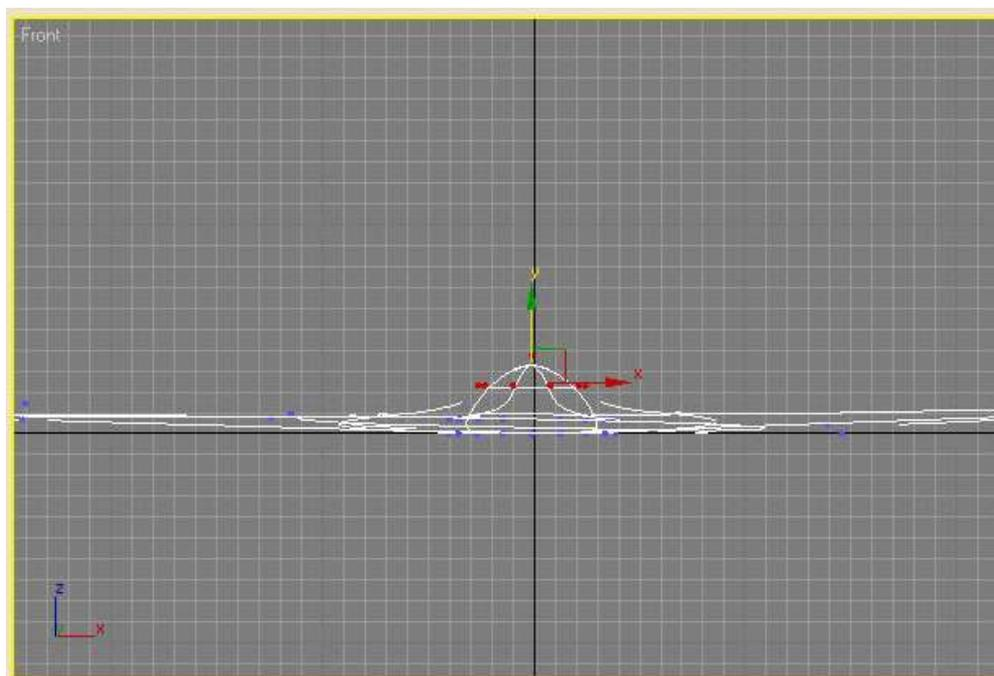

Рис. 18 – Вид модели в окне проекции Front (Спереди) после изменения положения управляющих точек модификатора **MeshSmooth** (Сглаживание)
8. Перейдите в окно проекции Top (Сверху) и выделите управляющие точки модификатора **MeshSmooth** (Сглаживание), которые расположены в центре модели. Перейдите в окно проекции Front (Спереди) и измените положение управляющих точек, передвинув их немного вверх (рис. 18).